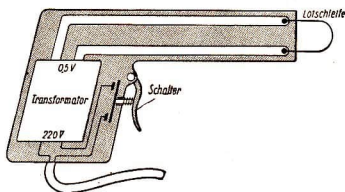

Bild 11
19. Erkläre das Widerstandslöten nach Bild 11!